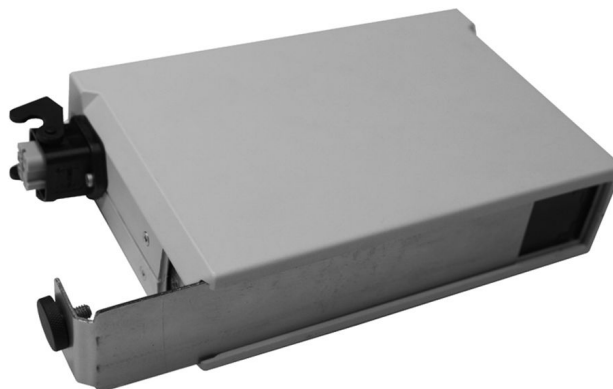

Рис. 7. Аккумуляторный отсек с выдвижной крышкой и фиксирующим невыпадающим винтом
**5.3.2.** В нижней части блока контроля расположен аккумуляторный отсек (рис. 7), закрываемый выдвижной крышкой. Выдвижная крышка фиксируется невыпадающим винтом.